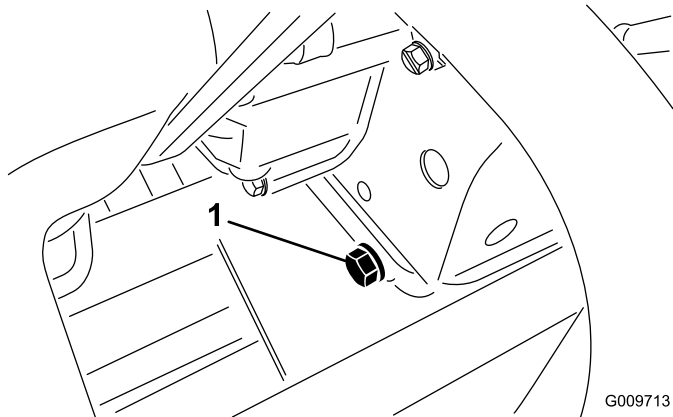

Figura 58
- Togliete il tappo di spurgo posteriore (Figura 58) e lasciate defluire l'olio in una bacinella. Quando l'olio cessa di defluire, rimontate il tappo.